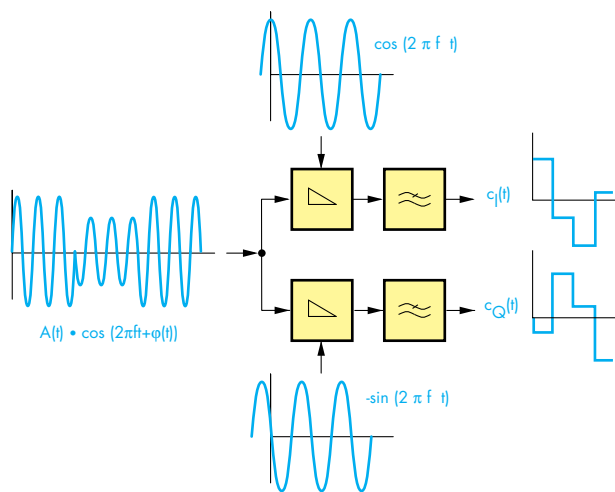

BILD 7
übrig (BILD 7). Dies sind aber nach Gleichung (3) bis auf einen konstanten Faktor die modulierenden Signale der I- und Q-Trägerkomponenten beziehungsweise nach Gleichung (6) bis auf den gleichen Faktor und das Vorzeichen des Imaginärteils die Komponenten der komplexen Einhüllenden des modulierten Signals. Zur Wiedergewinnung der ursprünglichen Daten muß nun noch deren Abbildung in die Signale $c_I(t)$ und $c_Q(t)$ beziehungsweise in die komplexe Einhüllende $\underline{u}(t)$ rückgängig gemacht werden.